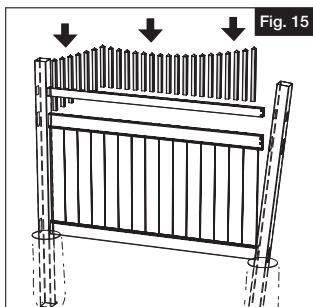

Fig. 15
- b. Inserte las tablas en punta hacia abajo por los travesaños superior e intermedio (Fig. 15).